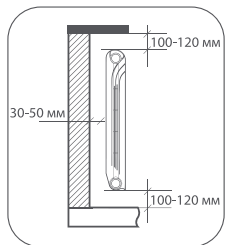

рис. 1
1. Для эффективной работы радиатора необходимо соблюдать монтажные требования, указанные на рис. 1